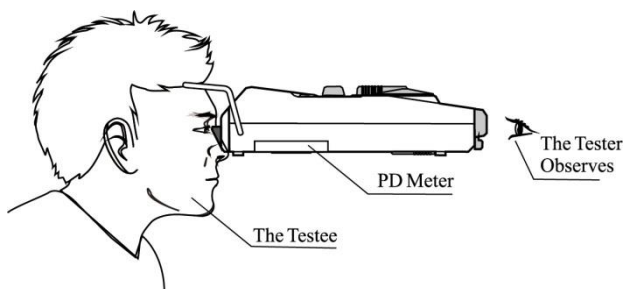

Fig.6
b. Puneți ușor suportul pentru frunte pe fruntea testatilor și purtător pentru nas ușor pe puntea nasului testatului, apoi mențineți dispozitivul în stare orizontală (așa cum se arată în Fig.6).